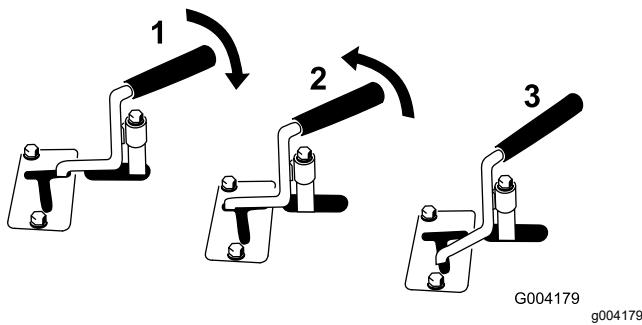

Рисунок 12
- Чтобы гидравлическое навесное орудие начало двигаться в направлении вперед, поверните рычаг вспомогательной гидравлики назад и потяните его в сторону контрольной штанги (Рисунок 12, номер 1).
- Для того чтобы гидравлическое навесное орудие начало двигаться в обратном направлении, поверните рычаг вспомогательной гидравлики назад, затем сдвиньте его влево, в верхний паз (Рисунок 12, номер 2).
Примечание: При отпускании рычага из положения движения ВПЕРЕД рычаг автоматически вернется в НЕЙТРАЛЬНОЕ положение (Рисунок 12, номер 3). Если рычаг находится в положении ЗАДНЕГО хода, он будет оставаться в этом положении до тех пор, пока вы не выведите его из паза.